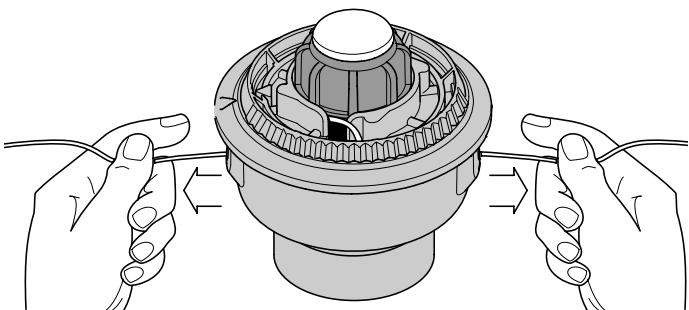

Fig. 46
- Si el bobinado de la línea se torna dificultoso o la línea se enreda, tire de los extremos de la línea de la bobina. Continúe bobinando el carrete interior en sentido antihorario (Fig. 46).